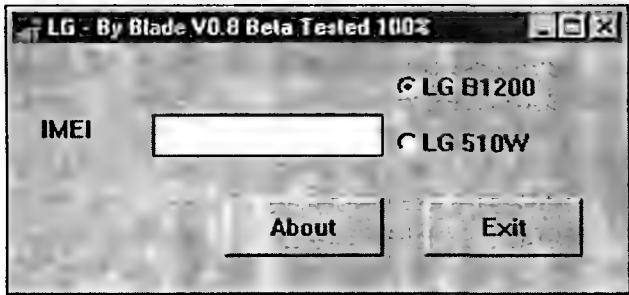

Рис. 4.24
- калькулятор для телефонов LG B1200 и 510W — см. рис. 4.24;